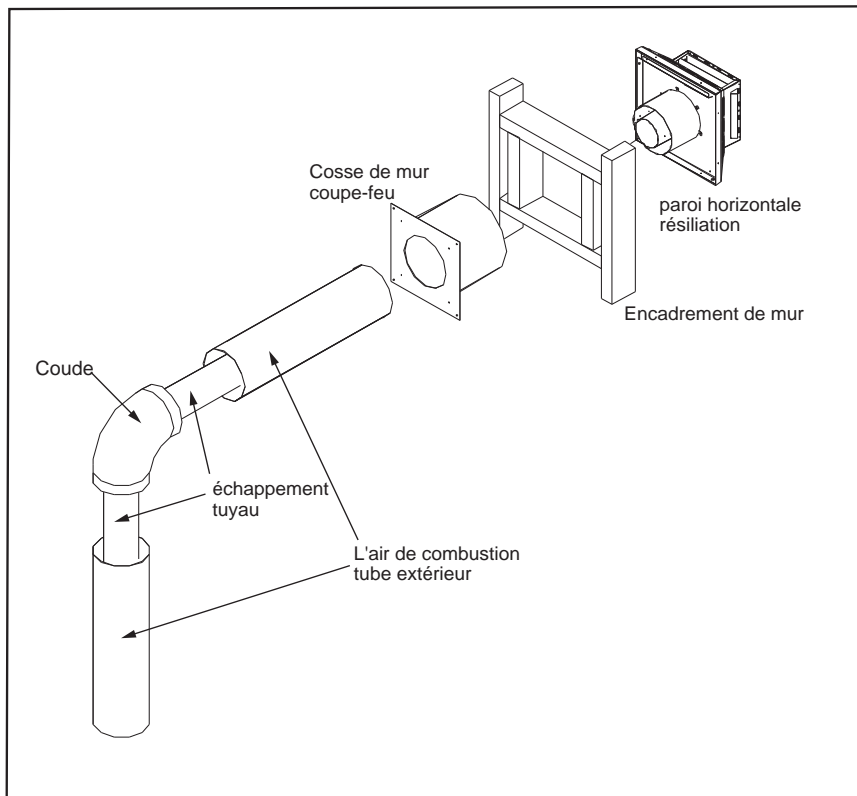

Figure 25 Vent Horizontal Résiliation
Étape 3. Avec le tuyau dans la position correcte et attaché à la cheminée, marquez le mur pour un 10 "(25,4 cm) x 10" (25,4 cm) trou carré (voir Figure 25). Le centre du trou doit correspondre à la ligne de centre du tube horizontal. Coupez et encadrez le trou dans le mur extérieur où l'évent sera résilié. Si la paroi étant traversée est fait d'un matériau non-combustible (par exemple en maçonnerie ou en béton) a (17,8 cm) trou 7 "est acceptable.